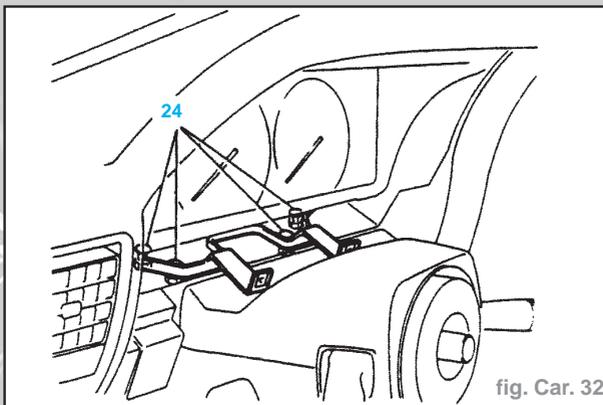

fig. Car. 32
- Déposer les 4 écrous de fixation du support d'instruments à la planche de bord (Fig. Car. 32).